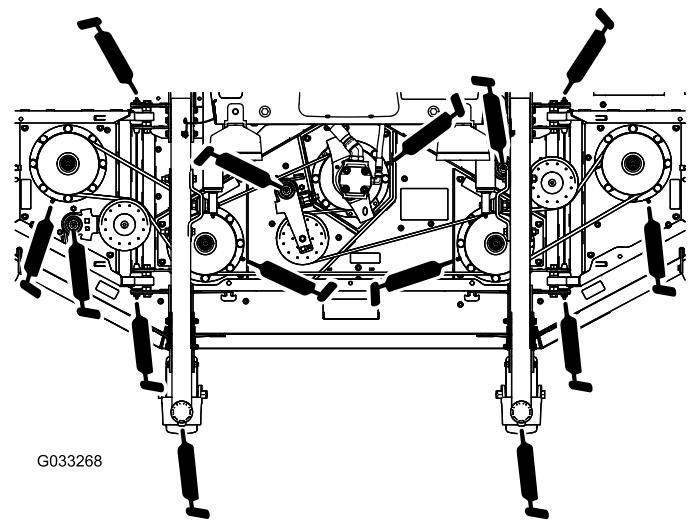

Figure 72
- 2 bagues d'axe de chape de roue pivotante (Figure 72)
- 5 paliers d'axes de pivot (sur le logement d'axe), comme montré à la Figure 72
- 3 bagues de pivot de bras de tension (sur l'axe de pivot de poulie de tension), comme montré à la Figure 72
- 4 bagues d'ailettes de plateaux (sur les axes de pivot des ailettes), comme montré à la Figure 72